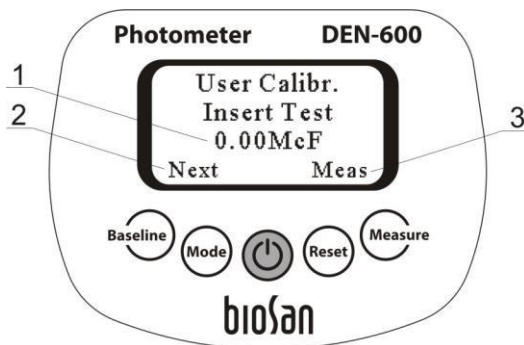

Figura 3. Criando calibração do usuário
5.6 Criando calibração de usuário McF (Figura 3).
5.6.6 Pressione a tecla **Baseline** 5 vezes no modo McF para entrar no regime de calibração do usuário (Figura 3).